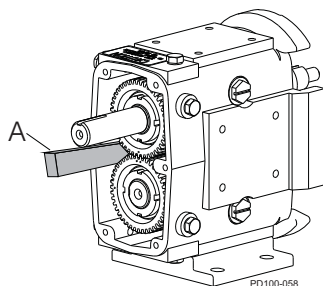

Abbildung 91 - Blockieren der Wellendrehung
4. Verhindern Sie die Drehung der Wellen mittels eines Holz- oder Kunststoffblocks (Abbildung 91, Pos. A). Steht kein Block zur Verfügung, verwenden Sie Lumpen zum Blockieren der Zahnräder oder, bei einem auf der Welle montierten Rotor, blockieren Sie den Rotor mit einem Nylonstift.